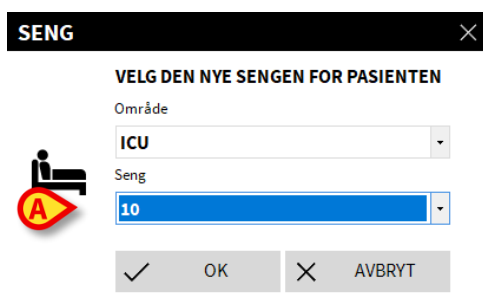

Fig 72
Vinduet vist i Fig 72 blir åpnet, kun med liste over tilgjengelige senger.
- Bruk rullegardinmenyene (Fig 72 A) for å velge lokalisering/seng.